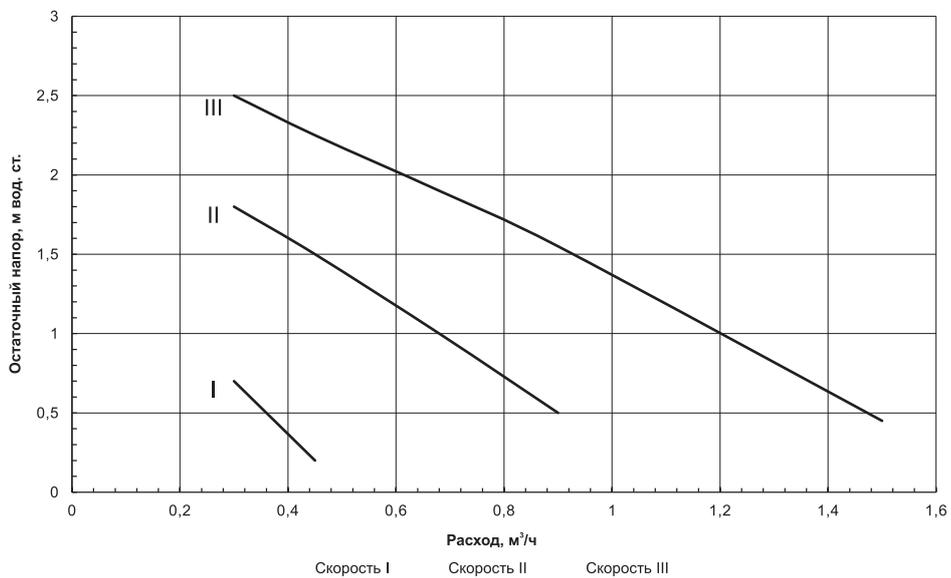

Рис.1 Остаточный напор для циркуляционного насоса ZOTA RING 25/40 (для котлов МК-X 4,5 - 7,5 кВт)
**График остаточного напора для циркуляционных насосов показан на рис.1, 2, 3